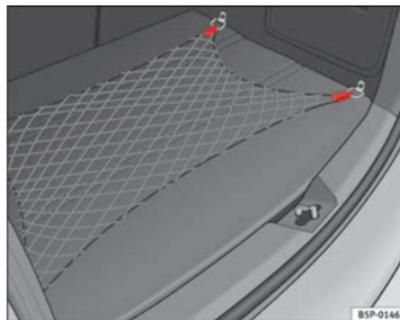

Fig. 108 Rede porta-objetos do porta-bagagens
- Utilizar as anilhas de fixação existentes nas laterais do porta-bagagens, para fixar a rede porta-objetos ⇒ Fig. 108. ►